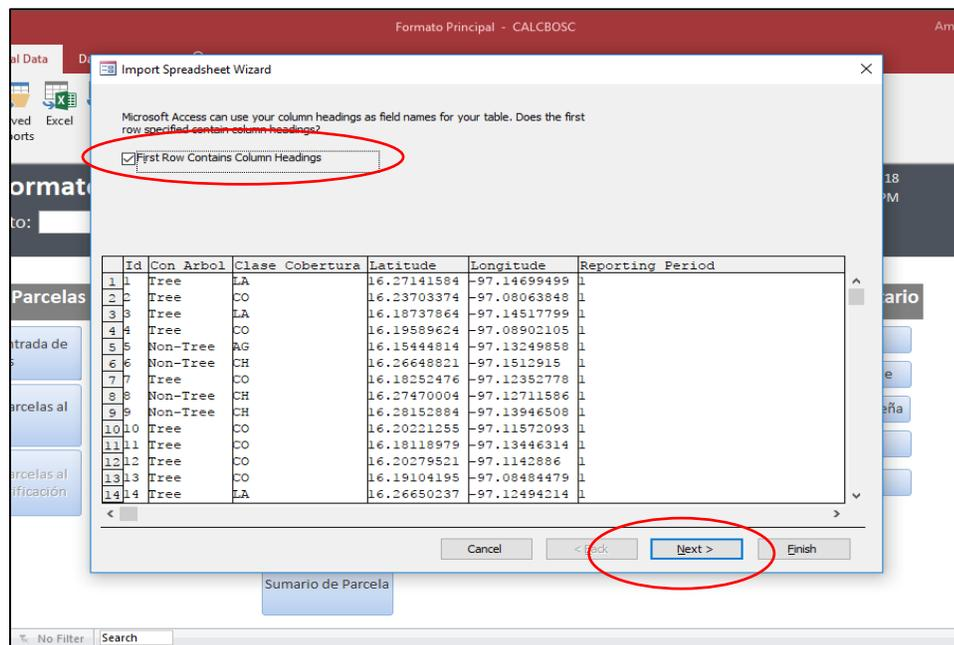

Figura 57. Importar un Documento de Excel – Paso 3
- 4.3. Después de localizar el documento de Excel correcto, dar clic en [Ok]. La siguiente pantalla deberá de preguntar si la primera fila contiene encabezados, asegurarse que la casilla esté marcada, posteriormente da clic en [Next] (Figura 57).